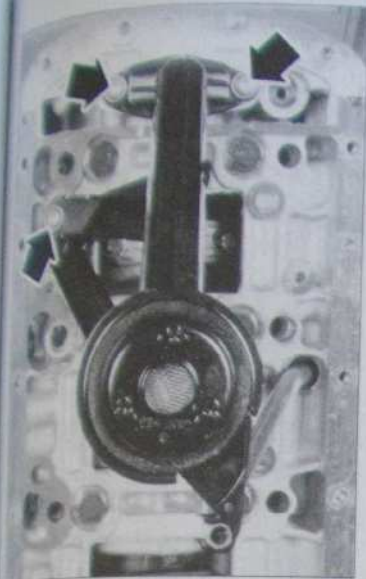

Fig. 15
- les vis de fixation de la crépine (Fig. 15).